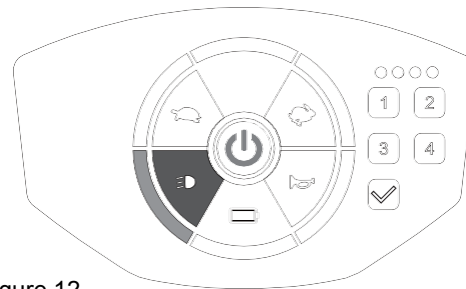

Figure 12
- Appuyez à nouveau sur la touche pour éteindre les feux. Le voyant [🏍️] est éteint sur le panneau (figure 12)